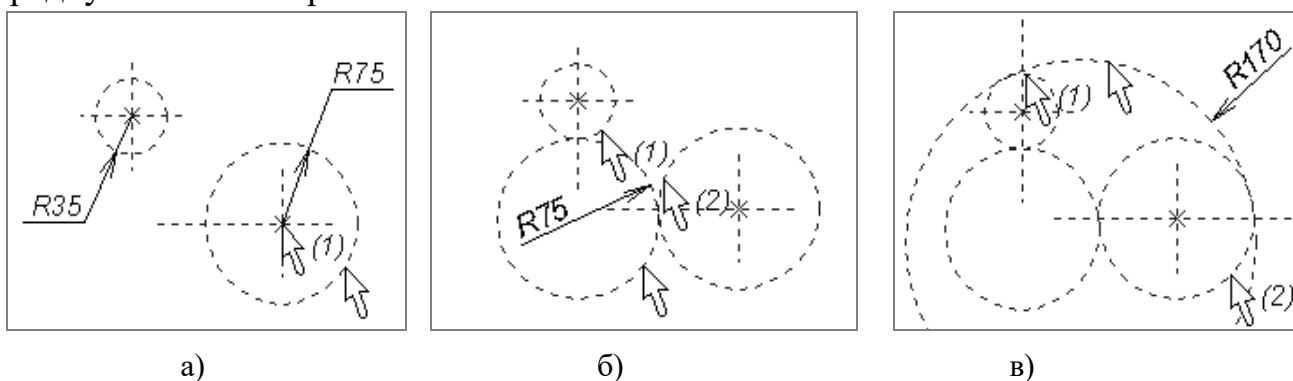

Рисунок 12 – Порядок построения касающихся окружностей
2.3.2 Построить окружность радиусом 75 мм. Порядок построения: вызвать команду «». Указать курсором на узел (1) (рисунок 12а), затем задать радиус окружности в окне свойств элемента построения. Окружность радиусом 35 мм строится аналогично.
2.3.3 Постройте сопрягающуюся окружность с внешним касанием. Порядок построения: подвести курсор к окружности (1) (рисунок 12б), дождаться момента, когда рядом с курсором высветится условный знак, обозначающий окружность (1), нажать левую клавишу мыши, затем аналогично, нажатием левой клавиши мыши, указать окружность (2). Значение радиуса 75 мм касающейся окружности задать в окне свойств элемента построения и нажать левую клавишу мыши в тот момент, когда рядом с курсором не высвечивается условный знак.
2.3.4 Постройте сопрягающуюся окружность с внутренним касанием. Порядок построения аналогичен рассмотренному в пункте 2.3.3. При этом после указания окружностей касания (1) и (2) (рисунок 12в) необходимо, двигая курсором мыши, выбрать внутренний тип касания, указать в окне свойств элемента построения радиус 170 мм и нажать клавишу «Enter» на клавиатуре или левую клавишу мыши в тот момент, когда рядом с курсором не высвечивается условный знак.